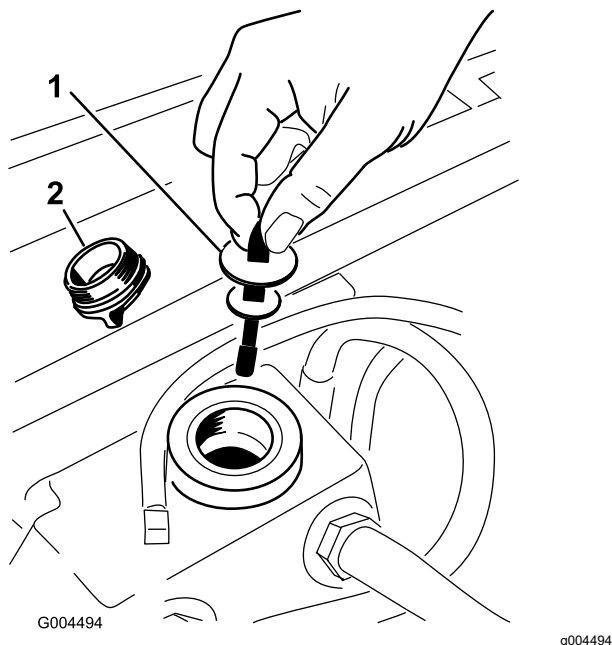

Figura 63
5. Retire el tapón de llenado de aceite hidráulico del cuello de llenado (Figura 63).
7. Introduzca la varilla en el cuello de llenado; luego retírela y verifique el nivel del aceite (Figura 63).
6. Retire la varilla y límpiela con un paño limpio (Figura 63).